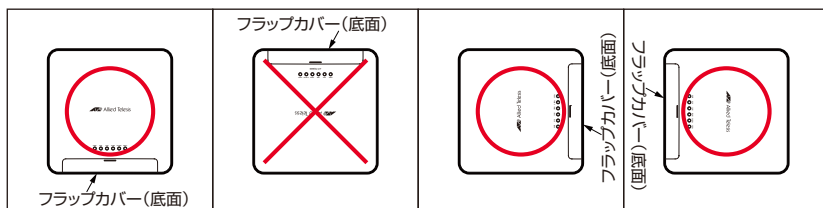

図 2.3.5 壁面への取り付け可能方向
- 1 次の点を考慮し、設置する場所を決めます。本製品はベースプレートと合わせて約 1.2kg あります。タッピングスクリューを使用した場合に、十分な設置強度が得られることを確認してください。また、本製品を壁面に設置する場合は、図 2.3.5 の○の方向のみに設置してください。